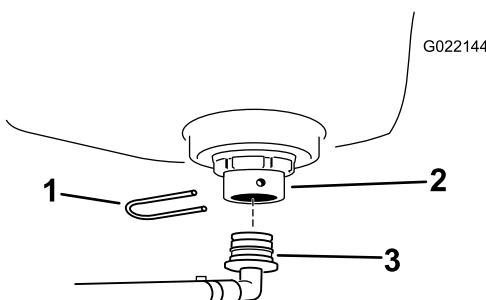

Рисунок 12
- Установите штуцер промывочного бака на переходной штуцер и зафиксируйте с помощью крепежной вилки (Рисунок 12). Поверните штуцер открытым концом назад.